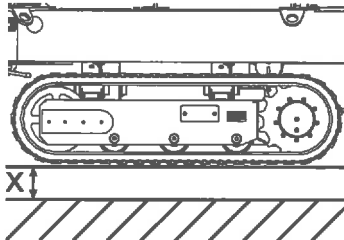

Abb. 130
3. Maschine mittels Stützen so weit anheben, bis das Kettenfahrwerk ca. 20mm Abstand zum Boden hat (Abb.130/X).